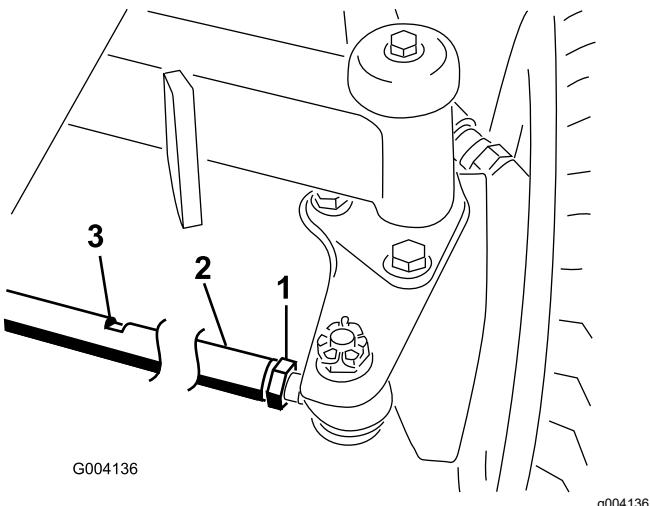

Figure 98
1. Desserrez l'écrou de blocage à chaque extrémité de la bielette (Figure 98).